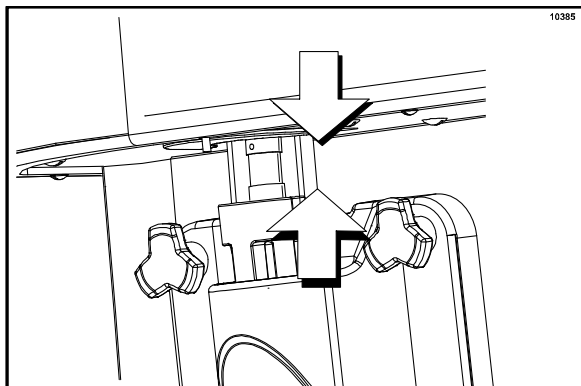

Рисунок 125
15. Поднимите фиксирующий манжет муфты спиннера и вставьте вал спиннера в полость муфты так, чтобы фиксирующий манжет смог опуститься в зафиксированное положение. (См. рис. 125)